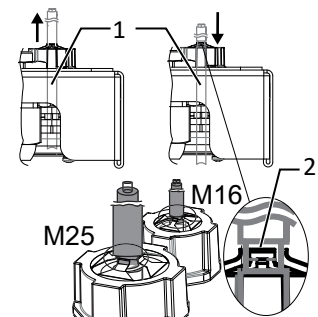

Abb. 40: Schirmauflage an EMV-Verschraubung
1. Leitungen (1) auf Zug-/Druckfreiheit durch vollständiges Öffnen und Schließen der Türe prüfen.
2. Position zur Schirmauflage am Klemmkäfig (2) der EMV-Verschraubungen kennzeichnen.
4. Leitungen auf Schirmstelle zurückziehen bis Schirmung durch Klemmkäfig vollständig erfolgt und ein Verschieben des Anschlusskabels ausgeschlossen ist. [Siehe Abbildung 40 ▶ Seite 32]